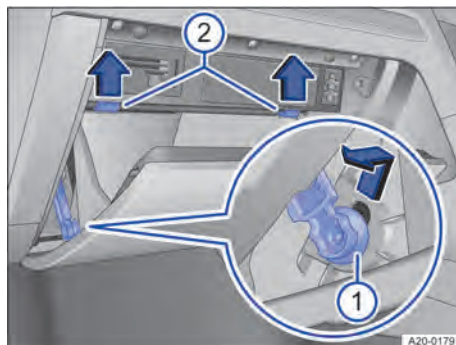

Abb. 187 Abdeckung des Sicherungskastens in der Instrumententafel: Rechtslenker, auf der Beifahrerseite (Prinzipdarstellung).
1. Handschuhfach öffnen und ggf. leeren → Abb. 187.
2. Bremsselement nach oben in die Öffnung der Halterung schieben und seitlich herausziehen → Abb. 187 ①.
3. Anschlagzapfen in Pfeilrichtung nach oben drücken und gleichzeitig Ablagefach weiter öffnen → Abb. 187 ②.
3. Handschuhfach vorsichtig über den Widerstand der Anschlagzapfen hinweg nach vorn drücken → Abb. 187 ②.